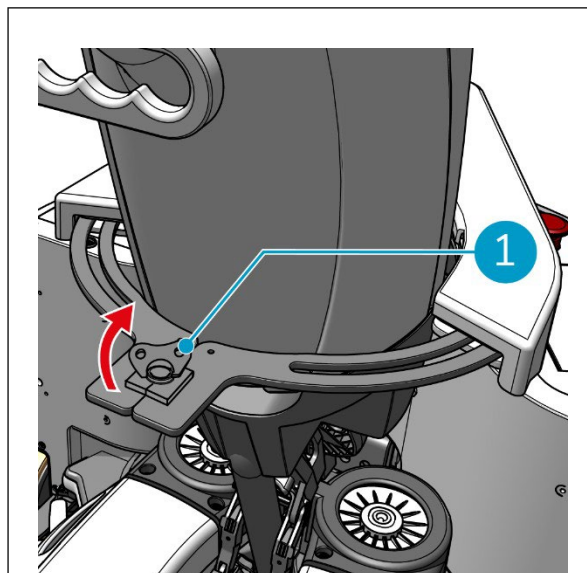

Figura 21
5. Bloquee el anillo fijo girando el cierre de mariposa (figura 21, pos. 1) en el sentido de las agujas del reloj.